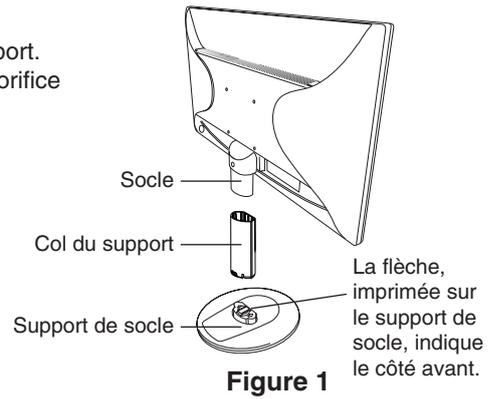

Figure 1
1. Fixez le col du support au moniteur. Ensuite, fixez le support de socle au support. Les loquets de verrouillage du support de socle doivent venir s'insérer dans l'orifice du col du support (**Figure 1**).